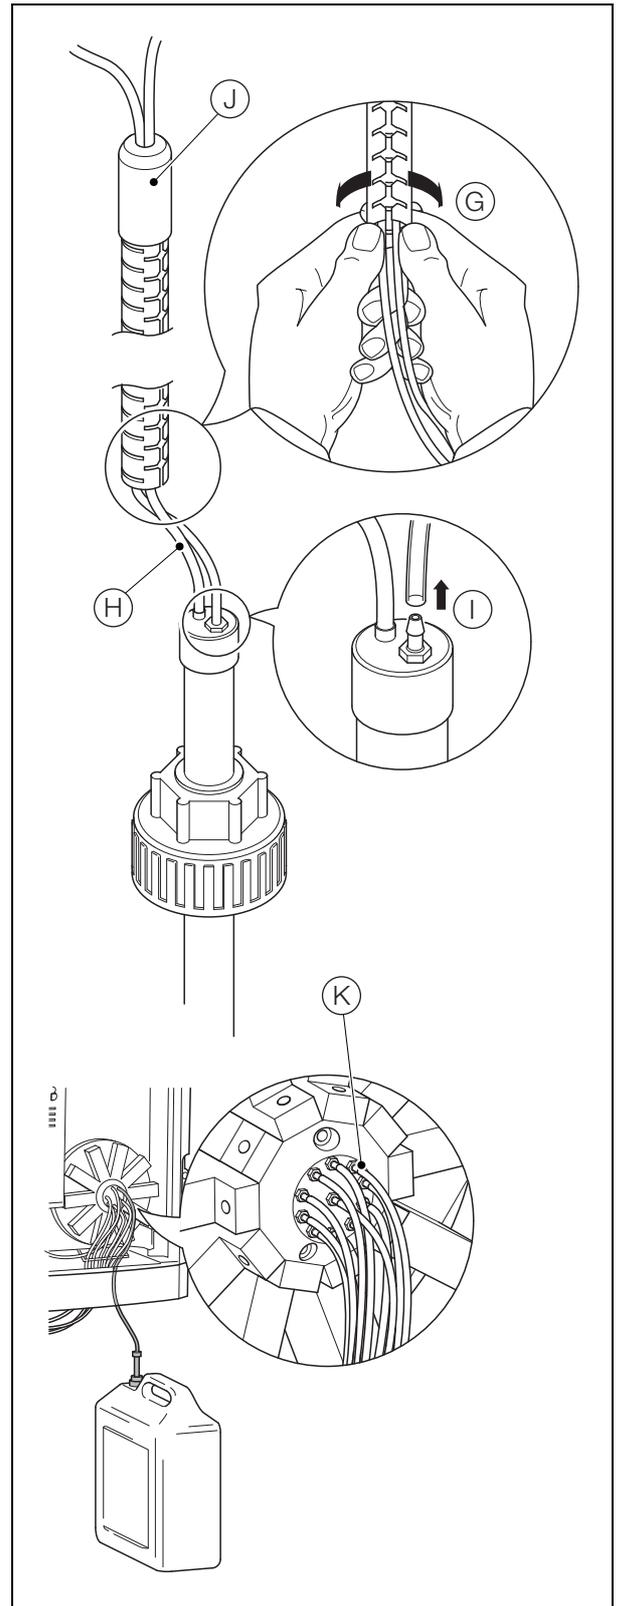

Abb. 13.7 Austauschen des Reagenzschlauchs
4. Siehe Abb. 13.7:
- b. Entfernen Sie die Spiralumhüllung (G) vom Reagenzschlauch und vom Füllstand-Sensorkabel (H).
- c. Trennen Sie den Schlauch vom Füllstand-Sensor (I), und ziehen Sie den Schlauch aus der Gummimanschette (J).
- d. Schieben Sie den neuen Schlauch durch die Gummimanschette (J), und führen Sie den Schlauch wie in Schritt a angegeben in den Analysator. Verbinden Sie den Schlauch mit dem Verbindungsstück R1 an dem Ventilblock (K).
- e. Bringen Sie die Spiralumhüllung (G) wieder an.
- f. Schneiden Sie den Schlauch auf die erforderliche Länge, und schließen Sie ihn an den Füllstand-Sensor (I) an.